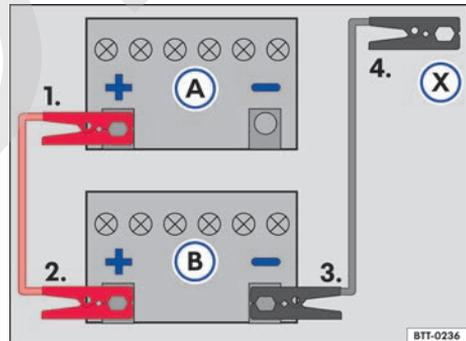

Fig. 196 Esquema para la conexión de los cables auxiliares de arranque: batería del vehículo descargada (A) y batería del vehículo que brinda corriente (B).
Legenda para → fig. 196:
- Conectar una extremidad del cable auxiliar de arranque *rojo* al polo positivo → fig. 196  del vehículo con la batería del vehículo descargada  → .